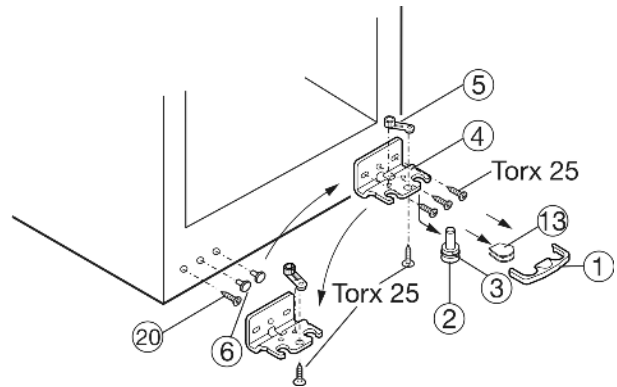

Fig. 4
- Enlever le dispositif Fig. 4 (1) d'arrêt en le tirant vers l'avant.
- Enlever le cache Fig. 4 (13) en le tirant vers le bas.\*
- Enlever le pivot Fig. 4 (2) vers le bas et vers l'avant. Ce faisant, respecter la douille de charnière Fig. 4 (3).
- Dévisser la charnière Fig. 4 (4).
- Dévisser l'élément pivotant Fig. 4 (5) et le replacer dans le logement opposé de la charnière, le revisser ensuite.
- Retirer le bouchon Fig. 4 (6) côté poignée avec précaution et le repositionner sur le côté opposé.
- Retirer la vis Fig. 4 (20) et la revisser sur le côté opposé.
- Visser la charnière Fig. 4 (4) sur sa nouvelle face (**avec un couple de serrage 4 Nm**) utiliser le cas échéant une visseuse sans fil pour un bon vissage.
- ▶ Basculer l'appareil légèrement vers l'arrière et replacer les pivots d'appui Fig. 4 (2) avec les douilles de charnière Fig. 4 (3). L'encoche du pivot doit être orientée vers l'avant.
- ▶ Mettre le cache Fig. 4 (13) sur le côté opposé.\*
- ▶ Le dispositif d'arrêt (1) doit s'enclencher latéralement sur la charnière afin de protéger les pivots d'appui et la porte.
- ▶ Replacer le dispositif d'arrêt (1) sur la charnière.
- ▶ Aligner éventuellement la porte par rapport aux deux trous oblongs du support d'appui Fig. 4 (4) pour qu'elle affleure avec l'habillage de l'appareil. Pour cela, dévisser les vis centrales.